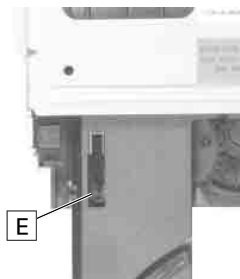

Fig. 6
- Rastnase **E** (Fig. 6) vorsichtig mit einem kleinen Schraubendreher anheben und Schublade ganz herausziehen.
- Carefully lift the locking lug **E** with a small screw driver (Fig. 6) and pull the tray out completely.